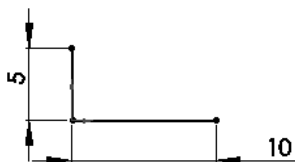

图 10.2.2 横断面草图
(1) 定义草图基准面。选取前视基准面作为草图基准面。
(2) 定义横断面草图。在草绘环境中绘制如图 10.2.2 所示的横断面草图。